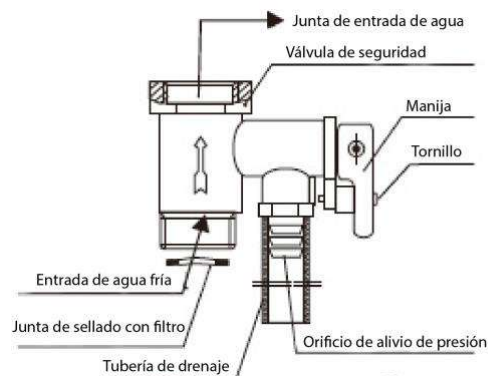

Figura 3
- La válvula de seguridad (precaución: compruebe la normativa vigente en su país para asegurarse de que las válvulas de seguridad están autorizadas), identificación original de fábrica 0,8 MPa, incluida en los accesorios, se instalará en la junta de entrada de agua (como se muestra en la Figura 3).
- Y se utilizará cinta selladora para garantizar el sellado. La dirección de la flecha debe coincidir con la dirección del flujo de entrada de agua del calentador eléctrico (como se muestra en la Figura 3).
- En condiciones normales de uso, la manija de la válvula de seguridad (Figura 3) debe abrirse periódicamente para eliminar los depósitos de carbonato cálcico. Para ello, tire de la manija de descarga hacia arriba hasta la posición horizontal (si la manija está equipada con tornillos, quítelos con un destornillador antes de realizar esta operación) y compruebe si la válvula de seguridad está bloqueada (si hay descarga de agua). Si está bloqueada, póngase en contacto con el servicio de mantenimiento.